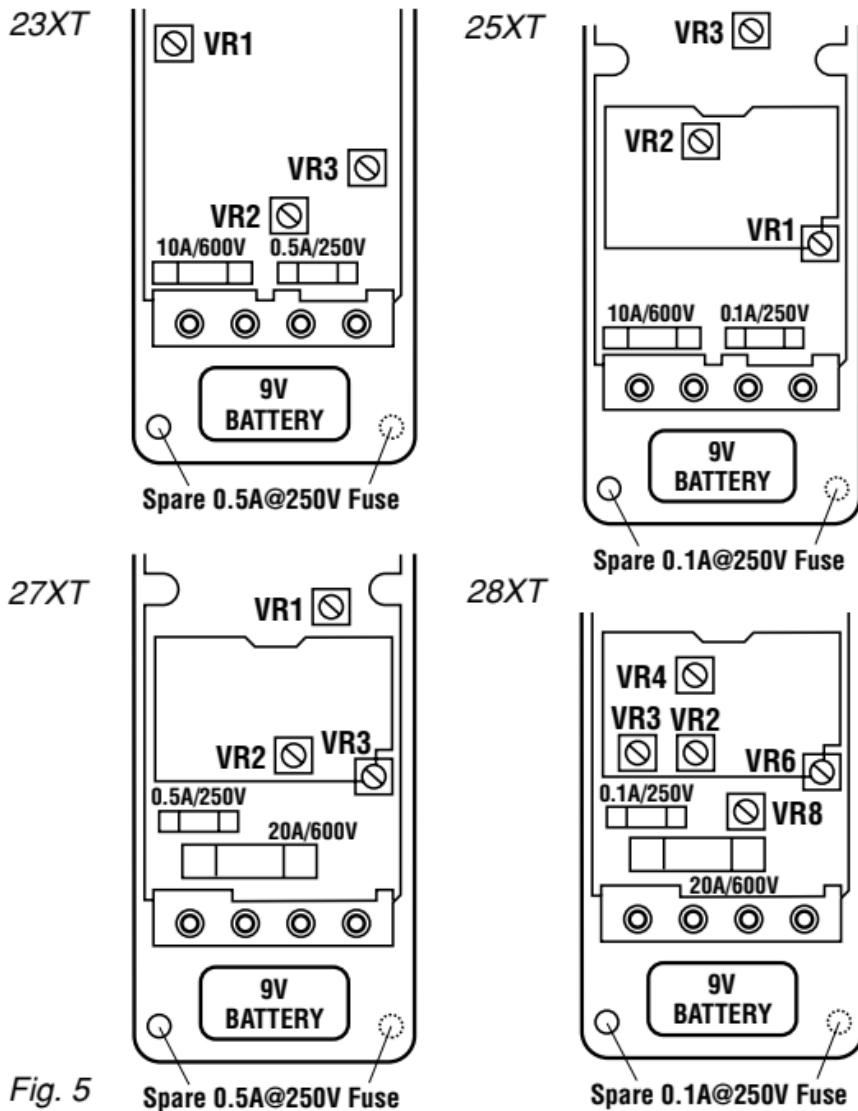

Fig. 5
① Remove the rear case by unscrewing the two screws that secure it to the front case. ② Fuse Replacement: Locate the mA or 10/20A fuse on Fig. 5 and note its value. Remove blown fuse and replace by an identical one. ③ Battery replacement: Remove battery and replace with NEDA type 1604 or equivalent 9-volt alkaline battery. ④ Reassemble the instrument.
① Dévissez et enlevez le boîtier arrière. ② Changement de Fusible: Localisez le fusible mA ou 10/20A dans la fig. 5 et notez sa valeur. Enlevez le fusible brûlé et remplacez le par un fusible équivalent. ③ Remplacement de la pile: Enlevez la pile et remplacez-la par une pile alcalin 9V, NEDA type 1604 ou équivalente. ④ Réassembliez l'appareil.
Warnung: Kalibrierung soll nur durch befugtes Fachpersonal vorgenommen werden. Gerätérückwand losschrauben und abheben (Gerät ausgeschaltet und Meßkabel entfernt). Siehe weiterhin Fig. 5. .
Avertissement: Le calibrage doit être effectué par un personnel compétent et autorisé. Dévissez et enlevez le boîtier arrière (appareil éteint et câbles de mesure enlevés). Référez-vous ensuite à la figure 5.